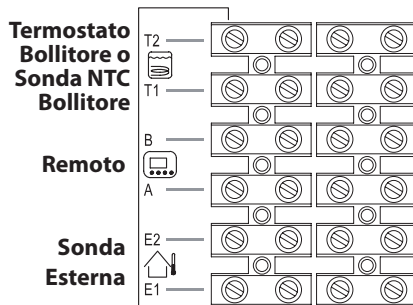

Figura 5.28
Per il collegamento del remoto servirsi dei morsetti indicati in Figura 5.28.
- Collegare ai morsetti **T1** e **T2** della morsettiere i due conduttori elettrici come indicato in Figura 5.28.